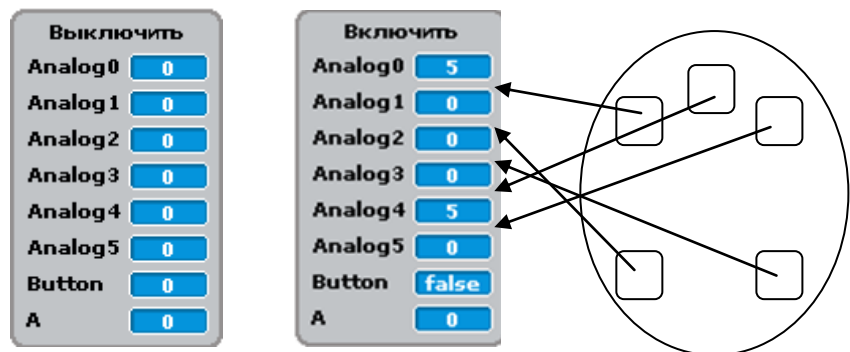

Рис. 38. Вид панели сенсоров ДО и ПОСЛЕ подключения двух датчиков и схема расположения датчиков.
7. Установите один датчик (например, датчик света) на ScratchDuino. Робоплатформу. Обратите внимание, что числовые значения на ScratchBoard поменялись. На рис. 38 видна связь «гнезд» на платформе и значения переменных.
В ScratchDuino.Робоплатформе все датчики крепятся на неодимовых магнитах. Для датчиков есть универсальные гнезда, которые позволяют закрепить датчики в любое свободное из пяти мест платформы (рис. 38). Это значительно упрощает начало работы. Датчики касания и линии вынесены за счёт конструктивных особенностей и при установке выступают на 4 см за пределы ScratchDuino.Робоплатформы. При заполнении таблицы 1 могут возникнуть ситуации, представленные в таблице 2.
Датчик не передаёт значения на ScratchBoard как должно быть на рис. 38	<p>Проверьте контакт датчика с платформой. Убедитесь, что у датчика три «ножки» и случайно не «примагнитилась» четвёртая лишняя «ножка», которая идёт в наборе для создания и присоединения новых датчиков.</p> <p>Зачистите контакты. У новых устройств эта проблема не возникает, но со временем контакты загрязняются и окисляются.</p> <p>Возможно, в момент подключения все пять гнезд</p>